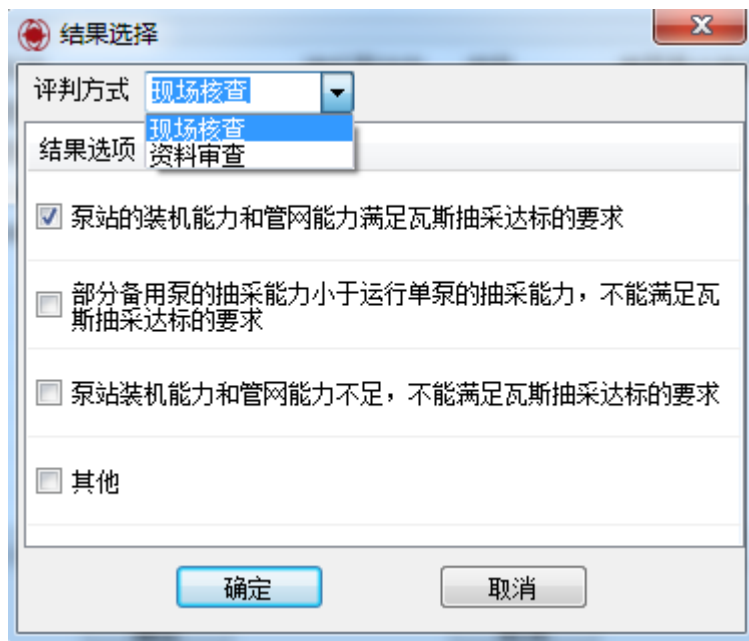

图 4-14 泵站能力和备用泵能力结果对话框
3. 点击“确定”将出现图 4-14 所示泵站能力和备用泵能力结果对话框。